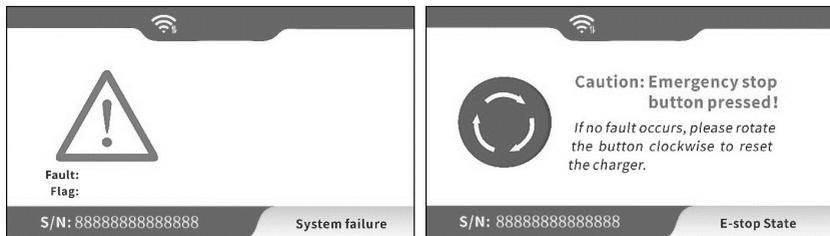

Abb. 4-4 Anzeige des Fehlerzustands
- Wenn der Ladevorgang fehlschlägt oder das Gerät ausfällt, wird auf dem LCD-Bildschirm das in Abb. 4-4 dargestellte Bild angezeigt.